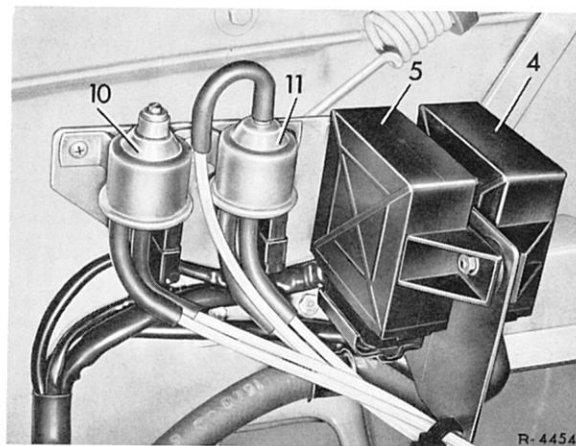

Bild 14-10/4
b) Drehzahlrelais 1800/2000 U/min prüfen (Bild 14-10/4)